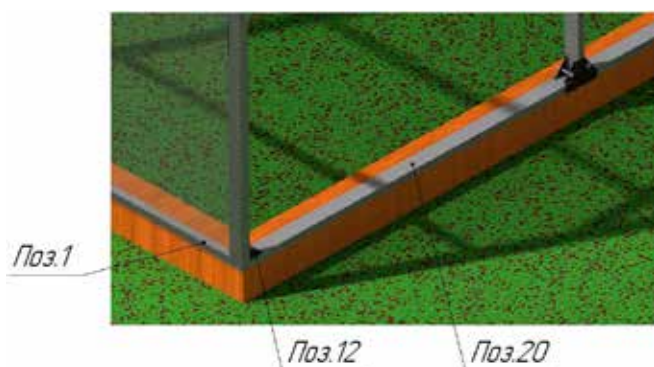

Рисунок 10 – Монтаж торцов с форточкой и дверью и нижнего основания на брус
10. Соединить торцы с дверью **Поз.1** и нижнее основание **Поз.20** с помощью крепёжного уголка **Поз.12** и саморезов **Поз.19**. Закрепить на брусья саморезами или гвоздями (в комплект поставки не входят) (рис. 10).